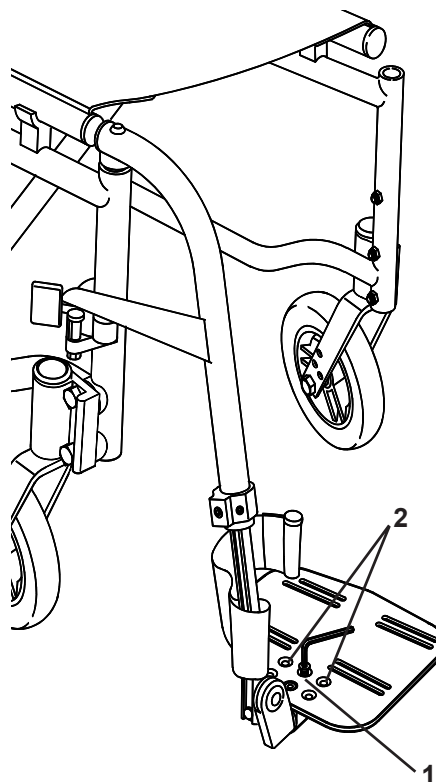

Fig. 17
Voor het afstellen van de hoek van de voetplaat (Fig. 17), draait u de twee bevestigingsschroeven (1) zover los dat de voetplaat kan draaien. (Gebruik een 4mm inbussleutel). Draai de voetplaat in de gewenste hoek en draai de schroeven weer vast op een aanhaalmoment van 7-12Nm.
Voor het afstellen van de diepte van de voetplaat (Fig. 17), verwijdt u de twee schroeven en verplaatst u de voetplaat, door middel van de verschillende afstelgaten (2), in de gewenste diepte positie. Plaats de schroeven terug en draai ze vast op een aanhaalmoment van 7-12Nm.